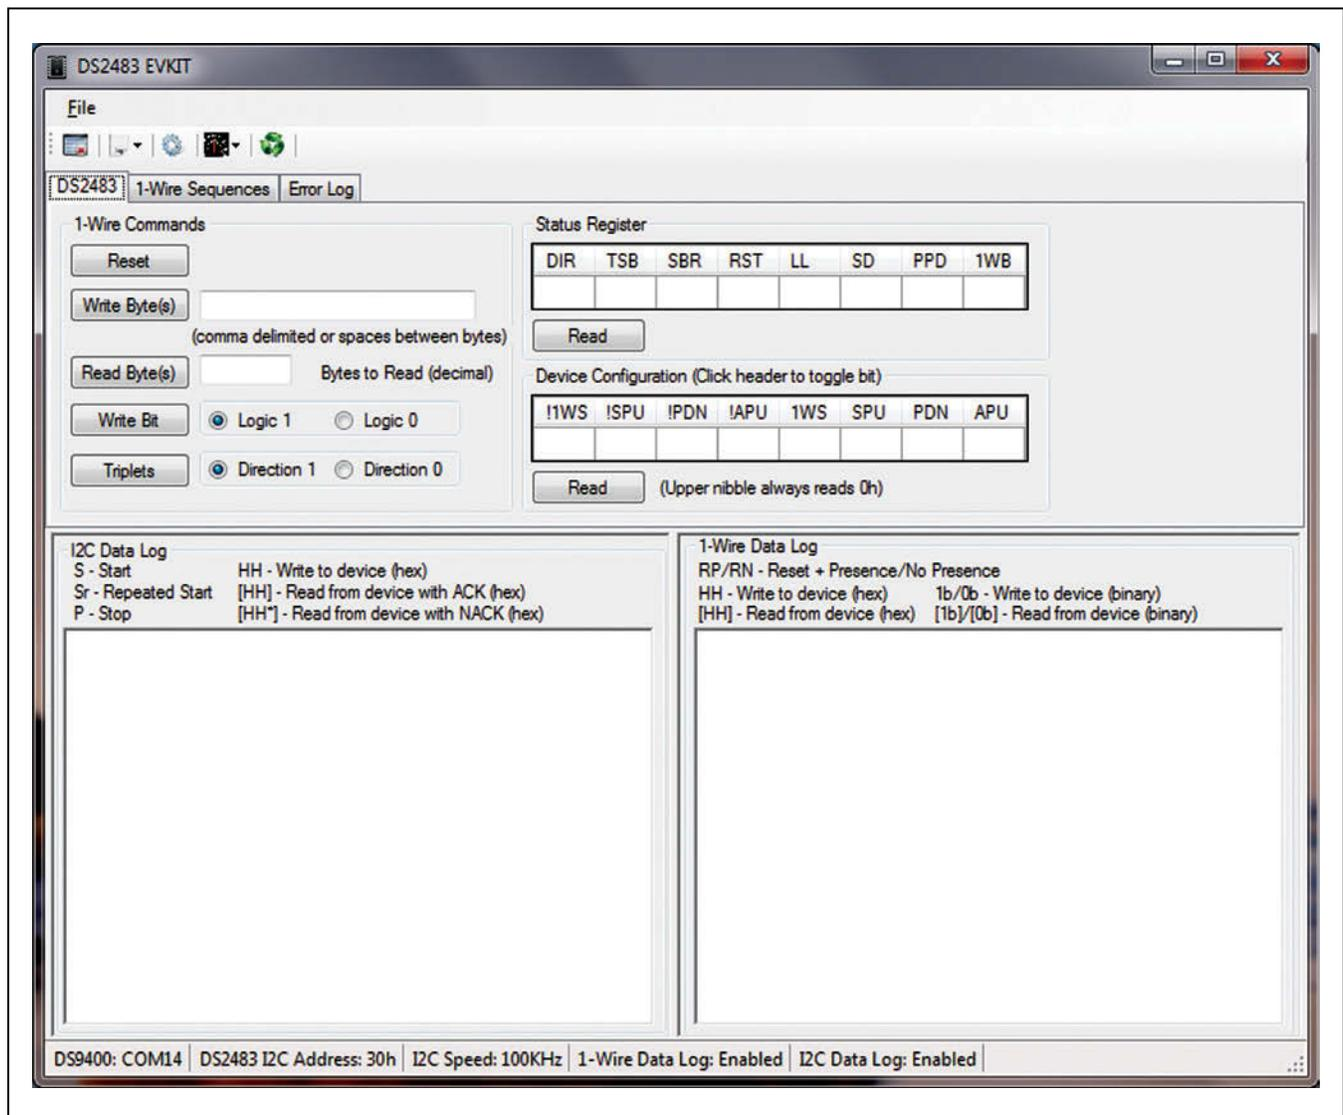

図4. DS2483 EVKITのメインウィンドウ
- 7) DS2483 EVキットソフトウェアは、必要な.NET Framework 2.0のファイルがPC上に存在するかどうかを検出します。ファイルが存在しない場合、プログラムはそれらをWebからダウンロードするように指示します。存在する場合は、プログラムがインストールされ、**DS2483 EVKIT**のメインページ(図4)が表示されます。
図4は、評価ソフトウェアのメインウィンドウを示します。このウィンドウは、**DS2483**、**1-Wire Sequences**、および**Error Log**の3つの主要なタブで構成されています。**I2C Data Log**および**1-Wire Data Log**グループボックスは、どのタブが選択されているかに関係なく表示され、通信の動作を表示します。これらの2つのグループボックスは、DS2483デバイスが機能するために必要となるコマンドシーケンスにエンジニアが習熟する上で役立ちます。ミニツールバーは、ソフトウェアとDS2483デバイスの両方に関する補助的な機能を提供します。